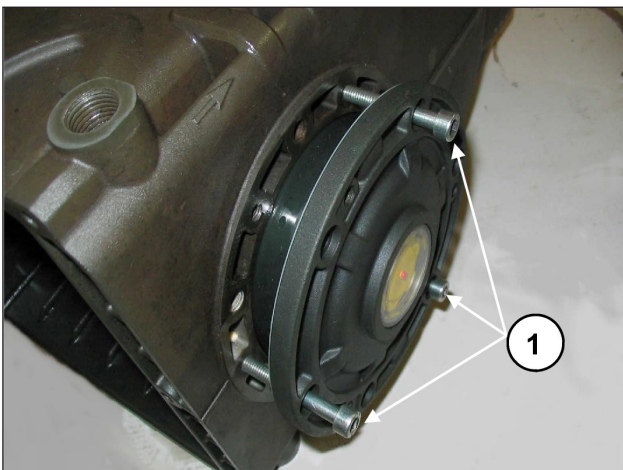

图8
为了便于第一部分的注油和盖子在曲轴箱的插入，建议使用3个部分螺纹的M6×40螺丝(图8, ①)，然后使用自带的螺丝（M6X16）完成操作。